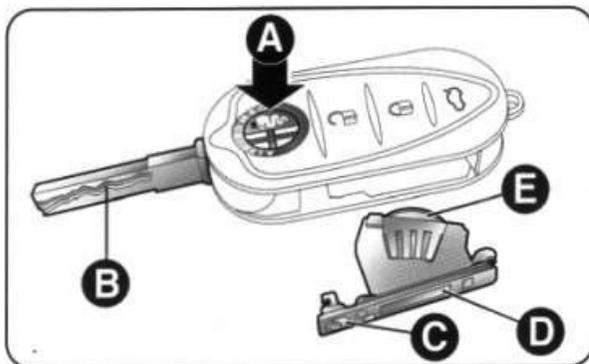

рис. 17
- нажмите на кнопку А (рис. 17), чтобы откинуть металлическую часть ключа В; с помощью небольшой отвертки выверните винт С ;